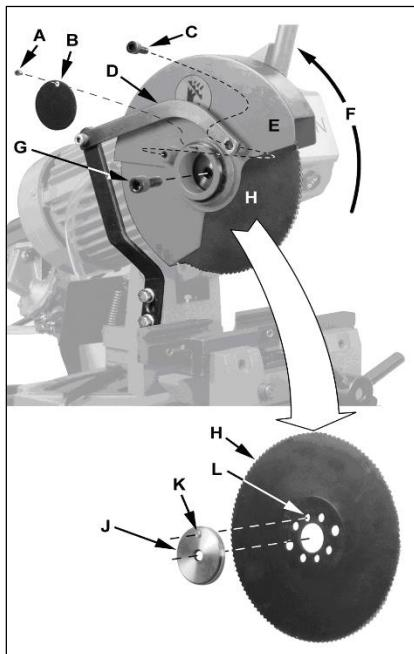

Рис. 4
Снимите винт (A, Рис. 4) и крышку (B).